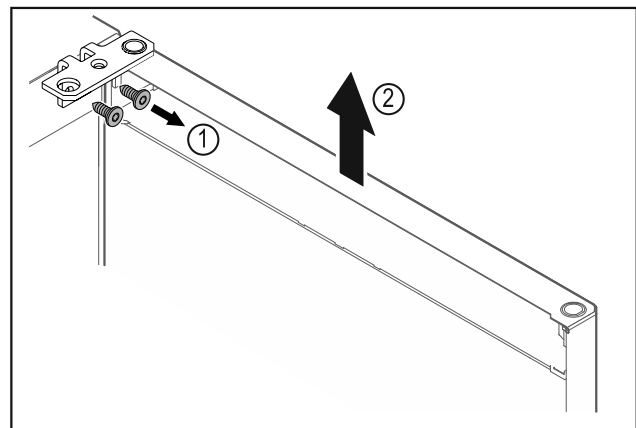

Fig. 13
- ▶ Scharnierwinkel Fig. 13 (1) abschrauben.
- ▶ Tür inklusive Scharnierwinkel Fig. 13 (2) circa 200 mm gerade nach oben heben und abnehmen.